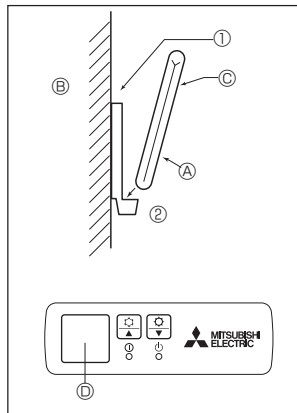

Fig. 6-2
2) Método de instalação (Fig. 6-2)